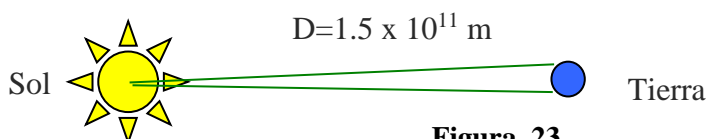

Figura 23
- 22) (II) En una ventana de vidrio de 4 m^2 y 5 mm de espesor, la cara externa se encuentra expuesta a una temperatura de 5°C mientras que la cara interior está a una temperatura de unos 20°C . a) ¿Cuál es el flujo de calor a través del vidrio? b) Cual es la potencia de la estufa eléctrica que debería tener encendida en el interior, para mantener la temperatura estable, si las perdidas por la ventana fuesen las más importante. c) si el costo de la electricidad es de 0,1 USD/kWh, cuánto cuesta tener esta estufa encendida por 10 horas durante el invierno. Suponga que este dura unos 120 días. d) ¿Cuánto paga el kWh en su casa? $k_{\text{vidrio}} \approx 0.84 \text{ W/m.K}$.
- 23) (I) Encuentre la potencia total radiada al espacio por el Sol (*Luminosidad Solar*), suponiendo que éste es un emisor perfecto con $T=5500^\circ\text{C}$, el radio del Sol es de $7.0 \times 10^8 \text{ m}$. (b) A partir del resultado anterior, determine la potencia por unidad (*Constante solar o Irradiancia solar*), de área que llega a la Tierra, que se encuentra a una distancia de $1.5 \times 10^{11} \text{ m}$ (Figura 23)